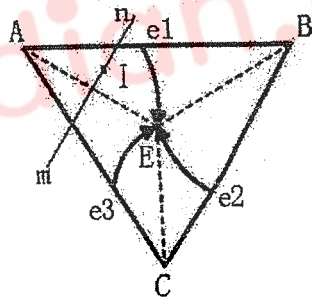

图 3—【四（4）题图】
4. 根据三元系投影图（图 3），假定  $T_A > T_B > T_C > T_{e1} > T_{e2} > T_{e3} > T_E$ ，(1) 示意地作出  $t$  温度（ $T_{e3} > t > T_E$ ）时的等温截面图；(2) 示意地作出过  $m-n$  的垂直截面图；(3) 说明 I 合金的平衡凝固过程和室温组织组成物。